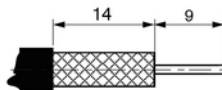

Fig. 6
- Dénuder le câble comme indiqué (Fig. 6)